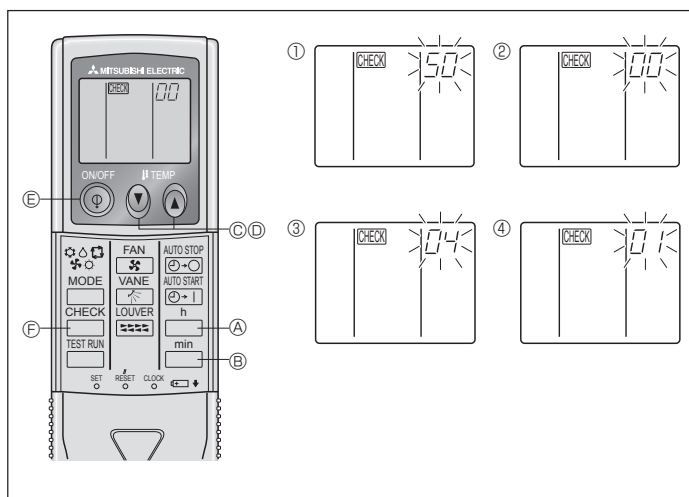

Fig. 6-10
⑧ Tryck på MODE-knappen $\text{\textcircled{E}}$, läget och inställningsnumret (I) och (II) ändras till
⑨ Tryck samtidigt in knapparna FILTER $\text{\textcircled{A}}$ och TEST RUN $\text{\textcircled{B}}$ i minst två sekunder. Indikeringarna för funktionsinställningar slocknar ett ögonblick, samtidigt som visningen för luftkonditionering av (OFF) visas.
2) För trådlös fjärrkontroll (Fig. 6-10)